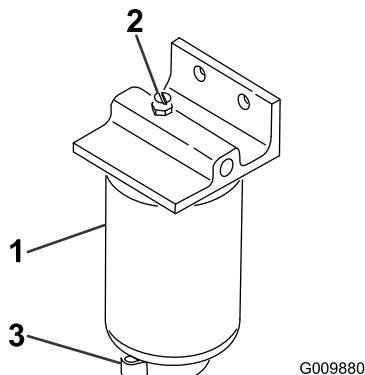

Figura 60
2. Liberte a válvula de escoamento que se encontra na zona inferior do recipiente do filtro (Figura 60).
1. Limpe a zona de montagem do recipiente do filtro (Figura 60).